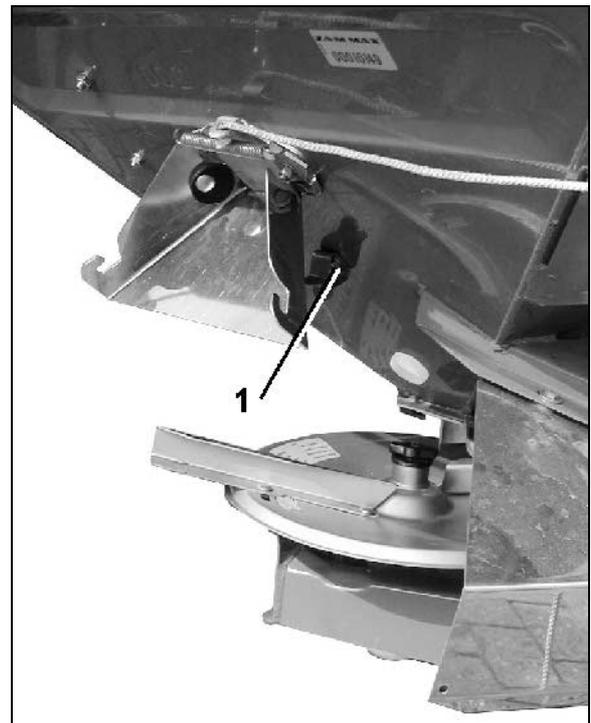
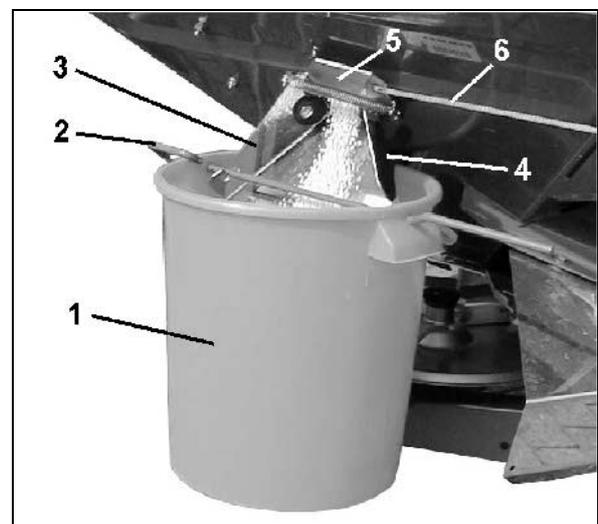

Fig. 50
Fig. 51
1. Auffangbehälter (Fig. 51/1) mittels Bügel (Fig. 51/2) an der Auslaufrutsche (Fig. 51/3) einhängen. Auffangbehälter in Klemmvorrichtung (Fig. 51/4 u. Fig. 50/1) einrasten.
2. Seitenschieber (Fig. 51/5) von Auslaufrutsche ca. 5 sec. mittels Seil (Fig. 51/6) vollständig öffnen (um gleichmäßigen Düngerefluss zu gewährleisten). Hiernach die aufgefangene Düngermenge in den Streuer zurückschütten.